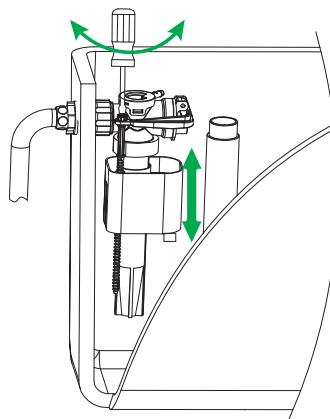

Рис. 4 / 4-сур.
- Дополнительные более точные регулировки уровня воды можно установить, используя винт точной регулировки (рис. 4).